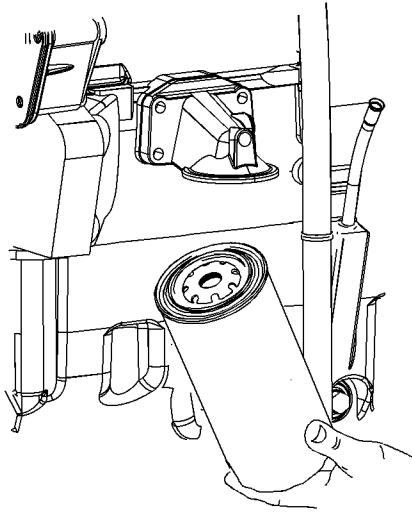

图 33
注:某些机油滤清器可垂直安装。请参考图 33。从步骤 (1) 开始,拆卸和安装机油滤清器。